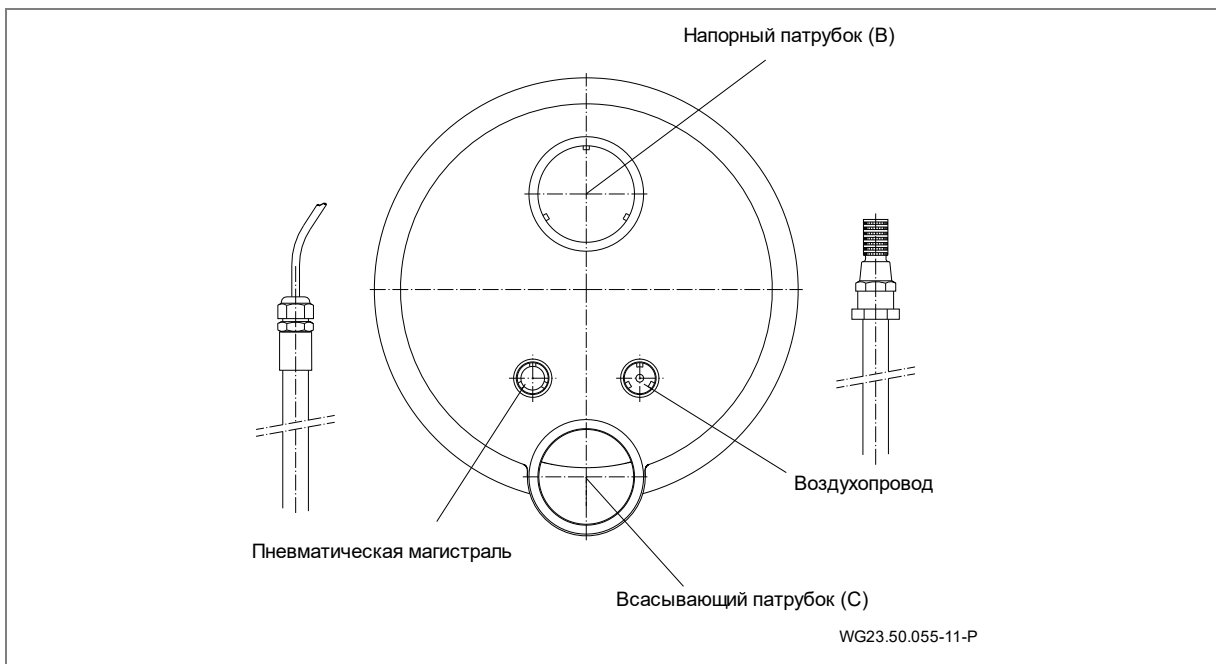
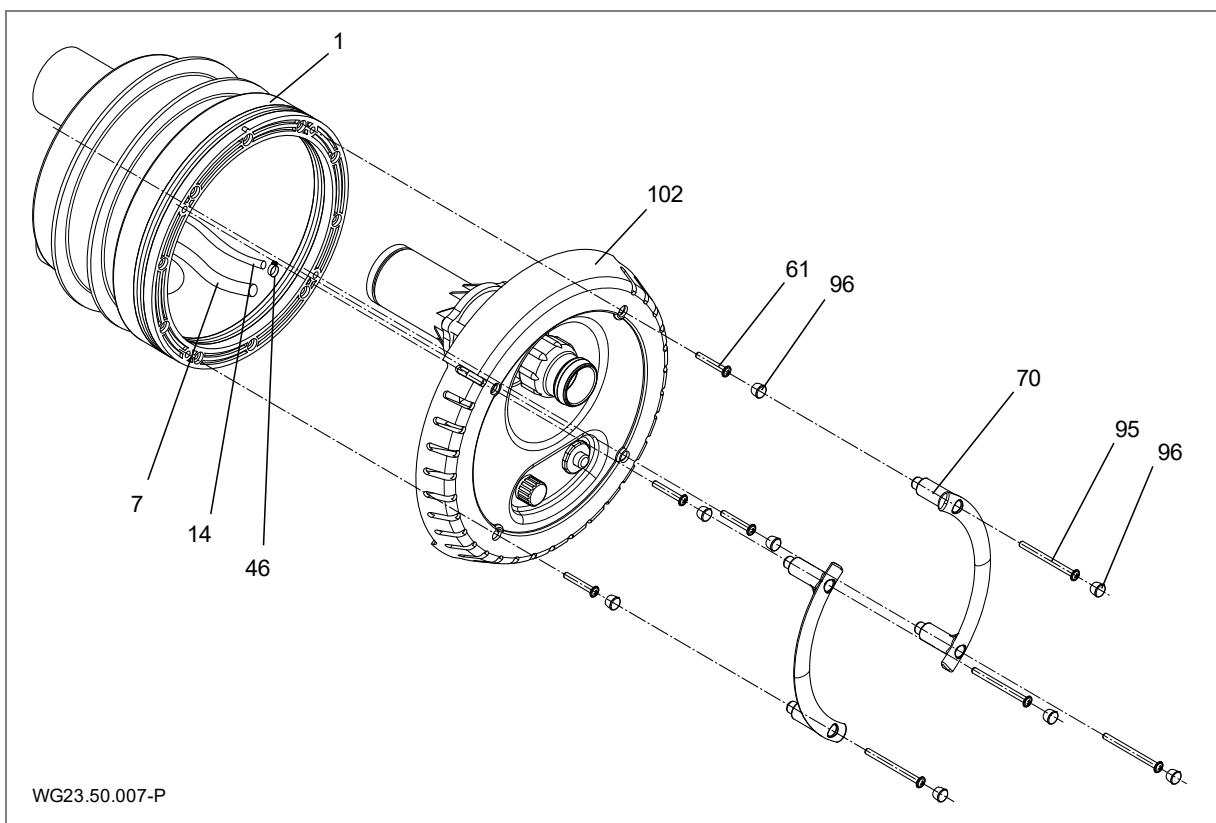

Рис. 16
Рис. 17
1. Вклеивание защитного шланга для кабеля и шланга пневмосистемы. (Рис. 16)
2. Установить сопловой корпус (102.1) на встраиваемом корпусе (1).
3. Шланг пневмосистемы продеть через защитный шланг и изолировать при помощи уплотнительного кабельного ввода (20).
4. Зафиксировать воздухопровод с помощью зажима (8) на заводском регуляторе давления воздуха (21).
5. Зафиксировать сопловой корпус (102.1) четырьмя саморезами (61) на встраиваемом корпусе (1).
6. Установите четыре декоративных колпачка (96).
7. Дополнительно может быть установлена входящая в комплект ручка-поручень. Для этого привинтите поручни к корпусу сопла (102.1) с помощью четырех винтов (95) и четырех декоративных колпачков (96). (Рис. 17)
8. Установите четыре декоративных колпачка (96).
9. Подсоединить струйный насос (92) с помощью половинного резьбового соединения (98, 99, 100), резинового уголка (79) и соответствующих зажимов (75) на встраиваемом корпусе (1) со стороны всасывания и стороны нагнетания.